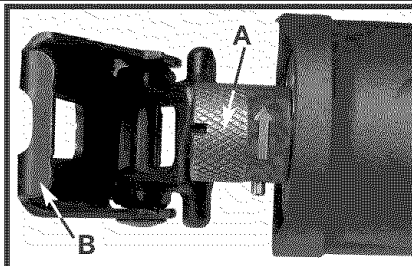

Fig. 1
1. Hay que tener el árbol alternativo (eje de vaivén) totalmente extendido para permitir entrada al collar de seguridad de la segueta (A) **Fig. 1**, quick-change. Si es necesario, apriete ligeramente el gatillo para mover el árbol alternativo hasta su posición extendida (como está ilustrado en la **Fig. 1**).
2. Gire la zapata de guía (B) **Fig. 1**, hacia adelante para aumentar la entrada al seguro de segueta.